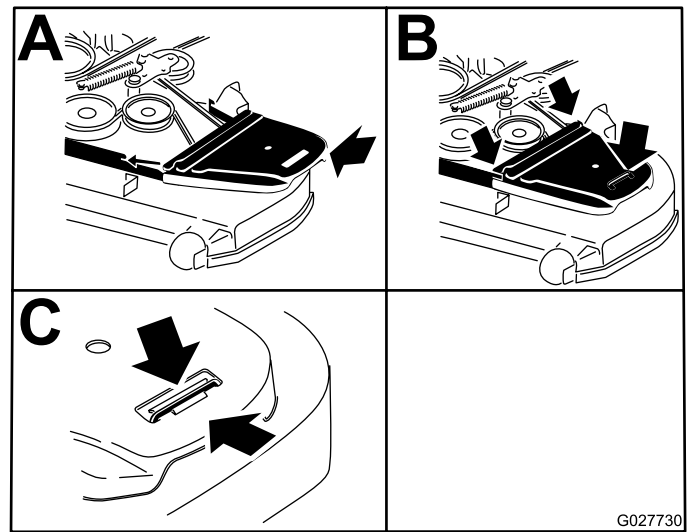

Figure 74
- Posez les couvercles de courroie (Figure 74).